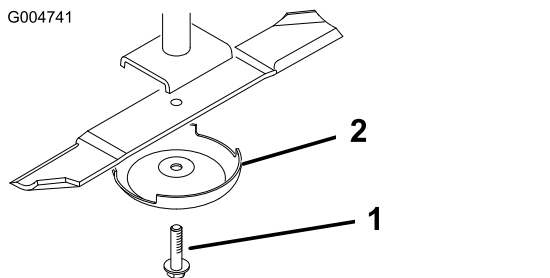

Figura 141
3. Togliete il bullone, la coppa antistrappo e la lama dall'asse del perno (Figura 141).